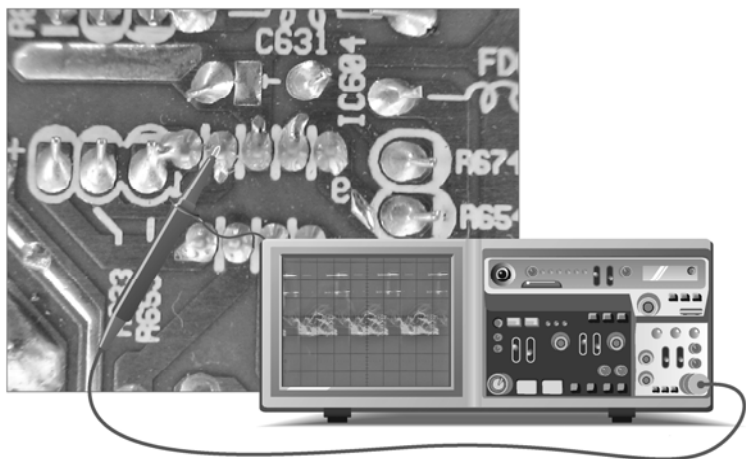

图 2-55 LM2435T③脚输出的 G 信号波形的检测
接着检测 IC604③脚输出的绿基色 G 信号的波形。将示波器探头放到引脚的焊点上,具体操作及测试波形如图 2-55 所示。从图中可以看出, G 输出信号较 R 信号略高一些,但也是正常的。